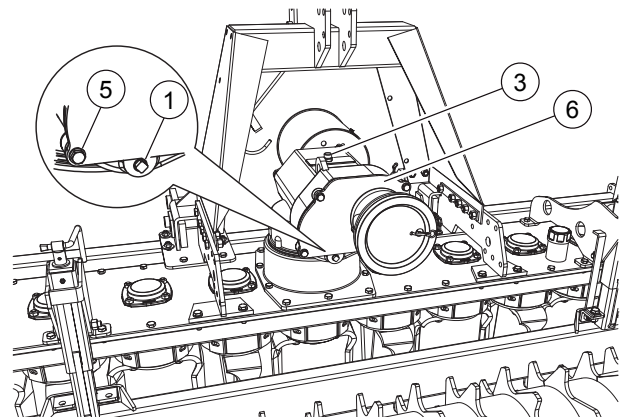

FIG. 39
- Die Schrauben (5, "Fig. 39") abdrehen. Den Deckel (6) abnehmen.
- Den Deckel wieder aufsetzen (6). Die Schrauben und Mutter festdrehen.
Um den Ölstand im Getriebegehäuse zu kontrollieren, den Deckel mit Ölmesstab abschrauben (3, "Fig. 39"). Den Stand mit den Hinweisen auf dem Stab kontrollieren. Wenn nötig, bis zum Pegel auffüllen.